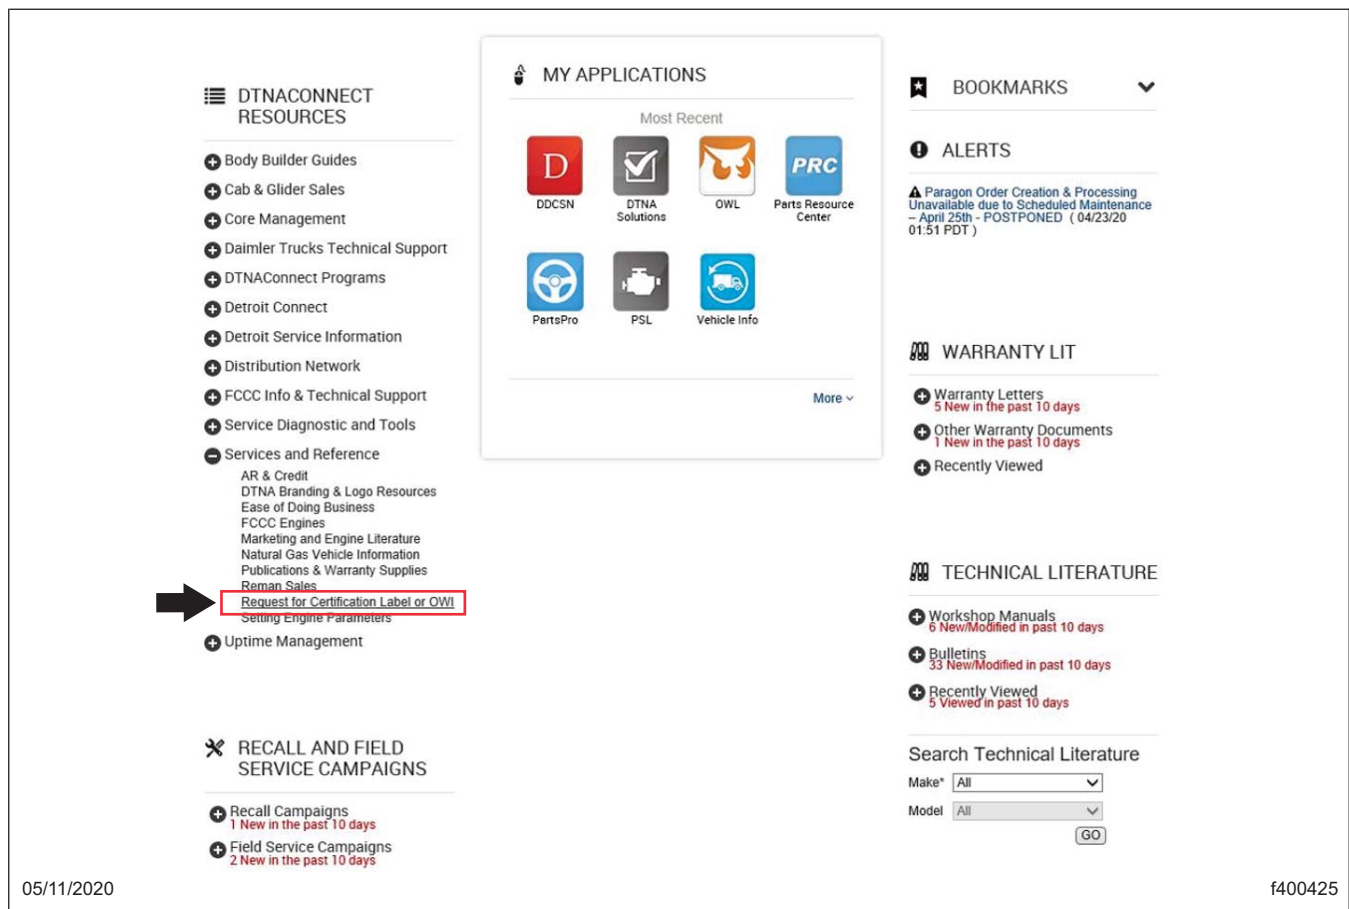

Fig. 1, Page d'accueil DTNAConnect
- Sous « DTNACONNECT RESOURCES » (Ressources DTNACONNECT) sur le côté gauche de la page d'accueil, développez la liste « Service and References » (Service et références), puis cliquez sur « Request for Certification Label » (Demande d'étiquette d'homologation) ou OWL. Reportez-vous à la **Figure 1**. Une page intitulée « Request for Replacement Vehicle Documentation » (Demande de documentation sur le véhicule de remplacement) s'ouvrira.